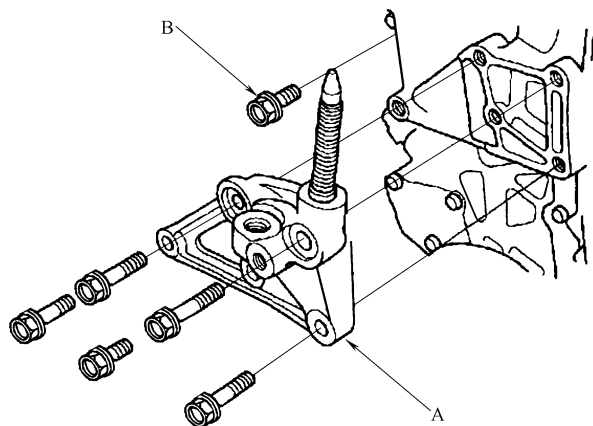

图 23-145 安装发动机固定支架 A 和发动机冷却液旁通管路固定螺栓 B
19) 按照图 23-145 所示，安装发动机固定支架 A 和发动机冷却液旁通管路固定螺栓 B。